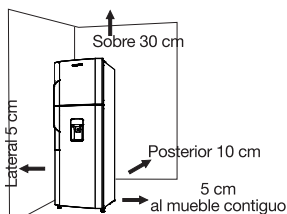

Fig.1
- El refrigerador debe instalarse sobre un piso firme, nivelado y con suficiente espacio alrededor. Ver Fig. 1
- Para un buen funcionamiento del aparato se debe dejar entre la pared y la parte posterior del refrigerador (Condensador) una separación mínima de 10 cm. Ver Fig. 1